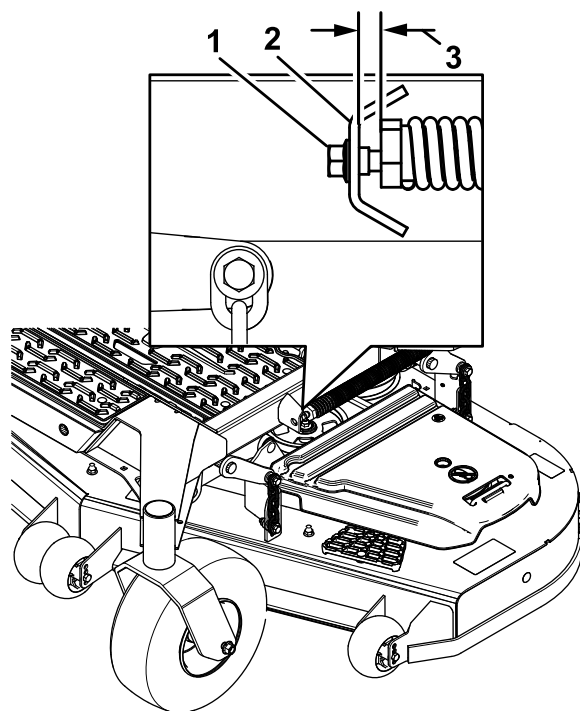

Figura 83
10. Slăbiți încet urubul de reglare al arcului de asistare pentru ridicare, până când puteți îndepărta urubul (Figura 83).